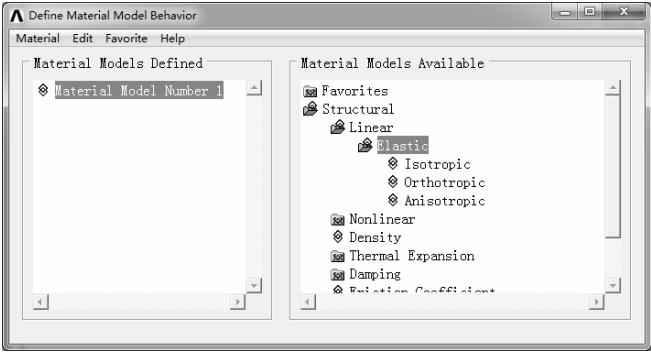

图 6-87 “Define Material Model Behavior” 对话框
1) 选择 “Main Menu>Preprocessor>Materials Props>Material Models” 命令，弹出 “Define Material Model Behavior” 对话框，如图 6-87 所示。